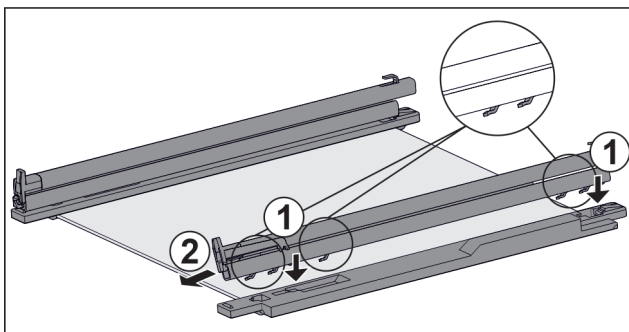

Fig. 115 Glasplaat met rails en vasthouddelen
- ▶ Haken van de rail op de openingen van het **linker** vasthoudddeel plaatsen. Fig. 115 (1)
- ▶ Rail naar voren trekken. Fig. 115 (2)
- ▶ Haken van de rail op de openingen van het **rechter** vasthoudddeel plaatsen. Fig. 115 (1)